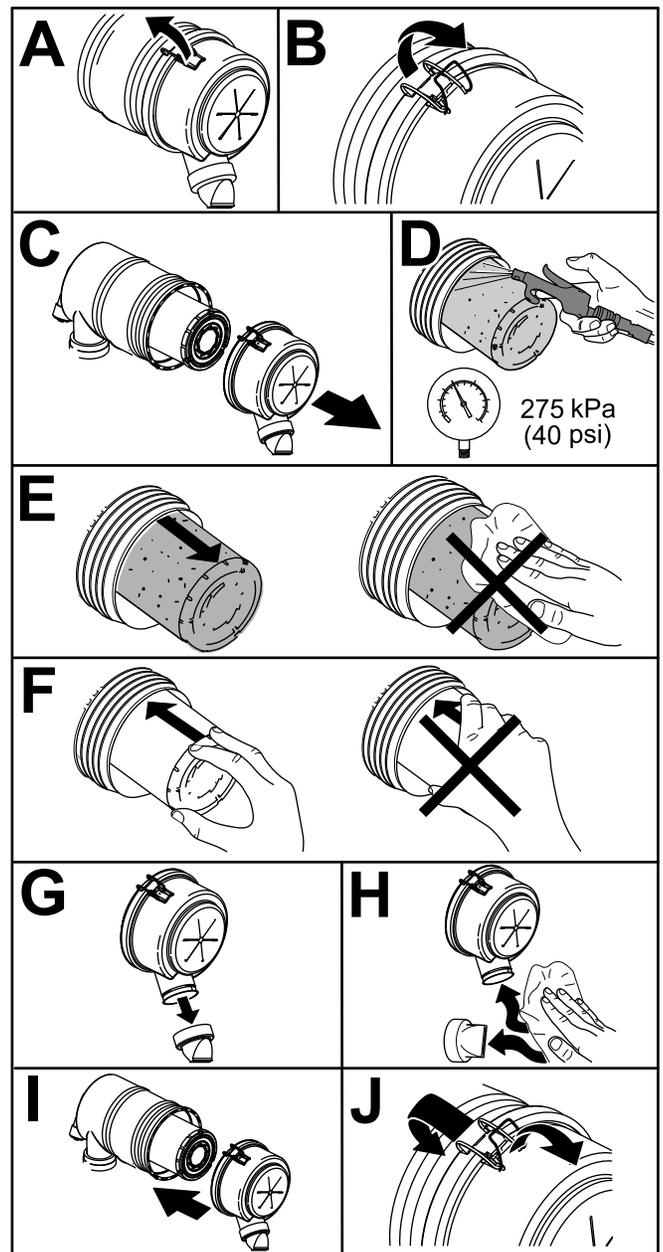

Рисунок 43
1. Замените элемент грубой очистки воздухоочистителя (Рисунок 43).